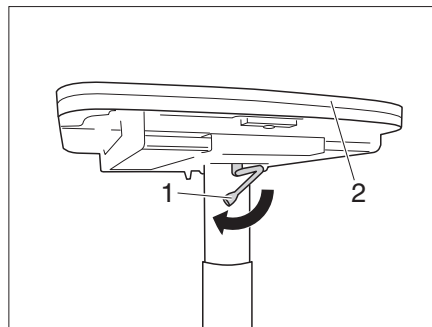

Fig. 101 Abbassamento del tavolo
- Ruotare la leva di serraggio (Fig. 101,1) in senso antiorario. Il bloccaggio è aperto.
- Premere al centro il piano del tavolo (Fig. 101,2) verso il basso e mantenerlo premuto.
- Ruotare la leva di serraggio (Fig. 101,2) in senso orario. Il tavolo di sollevamento è bloccato.